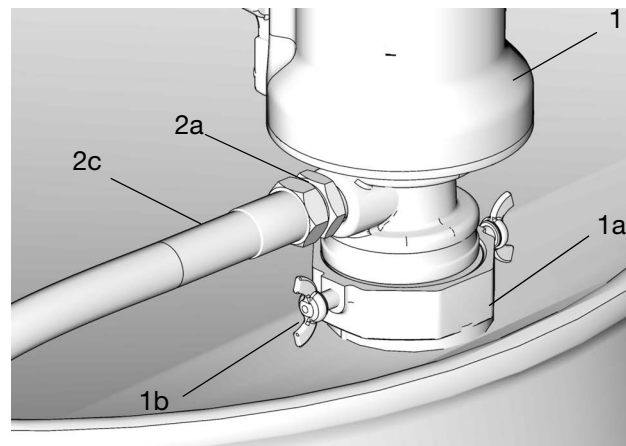

Рис. 23
1. Вверните адаптер на отверстие бочки (1а) насоса в отверстие, расположенное на крышке бочки (1б), и надежно затяните его вручную (Рис. 23).
2. Вставьте насос (1) в адаптер на отверстие бочки (1а) и в бочку.
3. Зафиксируйте положение насоса, затянув винты с прокладками (1b) (Рис. 23).